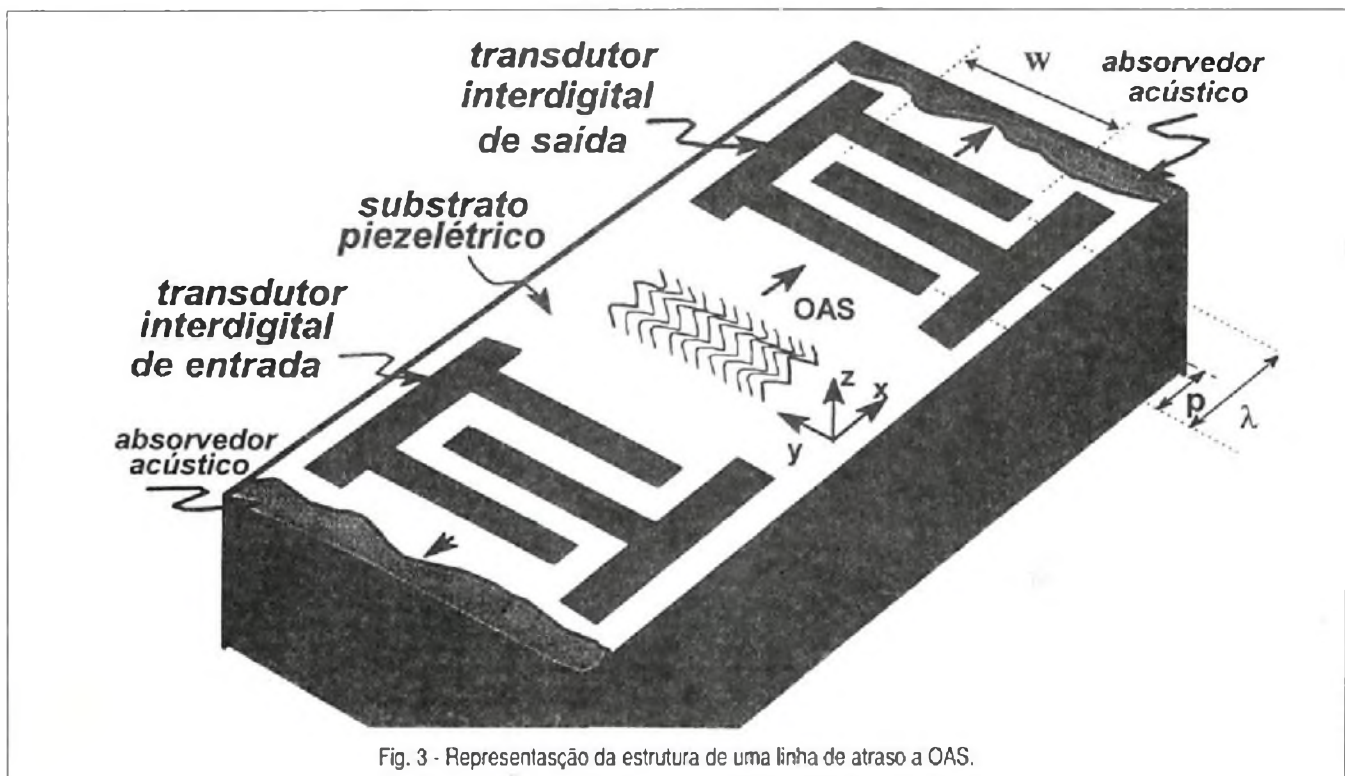

Fig. 3 - Representação da estrutura de uma linha de atraso a OAS.
A Fig. 3 representa a função mencionada no parágrafo anterior, sendo que esse dispositivo de OAS recebe o nome de **linha de atraso**, uma vez que o sinal chega no segundo TID depois de um certo tempo. E esse atraso (dezenas a centenas de
Os dois TIDs ilustrados na Fig.3 encontram-se depositados em um **substrato piezelétrico**, responsável, juntamente com os TIDs, pela conversão do sinal elétrico em mecânico e vice-versa.
Dada a estrutura dos TIDs representada na Fig. 3, pode-se observar que para um mesmo transdutor não existe continuidade metálica entre os seus dedos que se interpõem. Dessa maneira, fica claro que corrente con-
processamento tecnológico que envolve salas limpas para a limpeza de substratos, metalização de filmes finos, fotolitografia, e ataque químico seletivo. Esses processos, que visam a construção de dispositivos a OAS, serão retomados posteriormente neste texto. Por ora é de interesse mencionar que os transdutores TID conforme apresentados na Fig. 3 são constituídos de filme metálico, usualmente alumínio, depositado por técnicas de filme fino.
A necessidade de se empregar processos fotolitográficos para a confecção de dispositivos a OAS normalmente impõe o limite superior de frequência de operação desses dispositivos. Para um TID regular, a distância entre dedos de mesma polaridade (curto-circuitados) é um comprimento de onda, λ , como se encontra retratado na Fig.3. Conseqüentemente a largura de um dedo ou espaço entre dedos é da ordem de $\lambda/4$. Retomando o exemplo mencionado em parágrafo anterior (item 1.3), para um TID regular em quartzo ST-X operando na frequência de 1 GHz, a largura do dedo e do espaço seria da ordem de $0,8 \mu\text{m}$, o que já é uma dimensão reduzida. Já o limite inferior para frequência de operação se dá por motivo de ordem econômica e dizem res-
peito ao tamanho do substrato. Ainda tomando o quartzo ST-X como exemplo, a largura do dedo e espaço da estrutura representada na Fig. 3 para 10 MHz é da ordem de $79 \mu\text{m}$. Como um TID normalmente possui diversos comprimentos de onda de extensão, o que depende do projeto efetuado (resposta em frequência desejada) e do material empregado, nota-se que a estrutura em 10 MHz pode atingir grandes dimensões, encarecendo o projeto.
- . existem outras estruturas para transdução e manipulação do sinal de OAS, além da representada na Fig. 3;